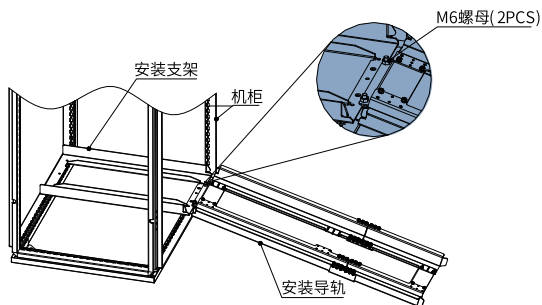

图1-13 安装导轨机柜内安装示意图
- b. 将安装导轨前端的两个圆孔对准安装支架的螺杆，用2个M6螺母锁紧，将导轨安装到机柜上，如第19页“图1-13”所示。